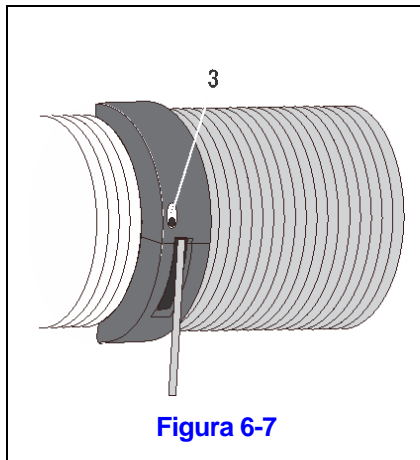

Figura 6-7
- Desatornille los tornillos (3). Consulte la Figura 6-7.